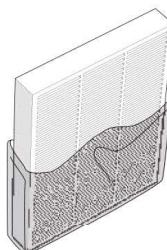

Abb. 4
5. Von den neuen Filtern entfernen Sie die Schutzfolie (Abb.4).